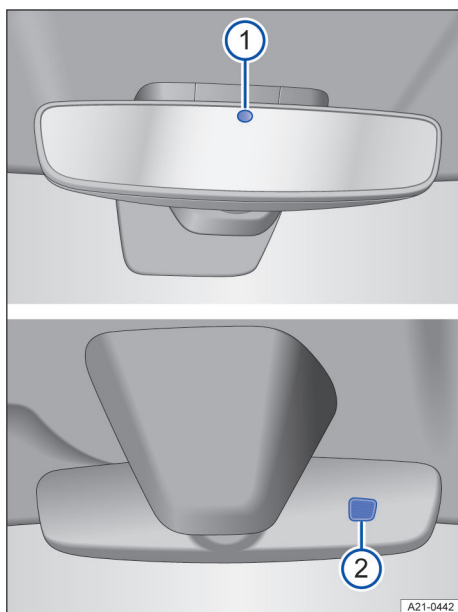

Fig. 90 En el revestimiento interior del techo: retrovisor interior antideslumbrante automático.
Con el encendido conectado, los sensores miden la incidencia de la luz por detrás → fig. 90 ① y por delante ②.